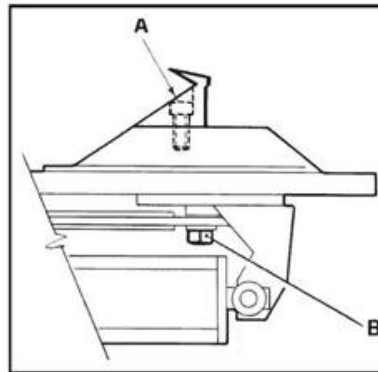

Fig. 5-2
- Après les 20 premiers jours d'utilisation, resserrer les vis de fixation des mâchoires et celles des coulisses du plateau tournant (fig. 5-2).